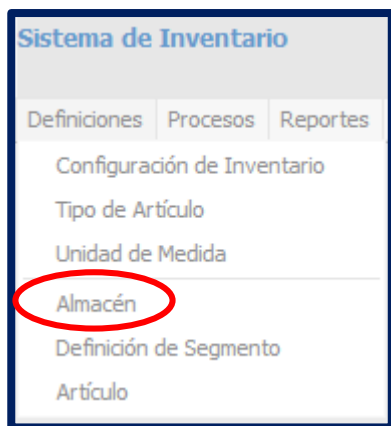

Imagen 34: Opción Almacén.
- 2.- Hacer clic en **Menú “Definiciones”** (imagen 12) → **Almacén** (imagen 34) el cual se encuentra resaltada en un ovalo de color rojo.